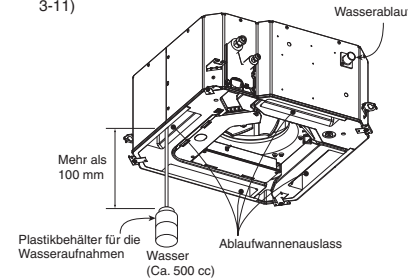

Abb. 3-11
- (1) Den Stromversorgungsanschluss zum Hauptklemmenbrett (Klemmen R, S) im Innern des Gehäuses für die elektrischen Komponenten herstellen.
- (2) Nach und nach ungefähr 500 cm³ Wasser in die Ablaufwanne gießen, um den Ablauf zu überprüfen. (Abb. 3-11)